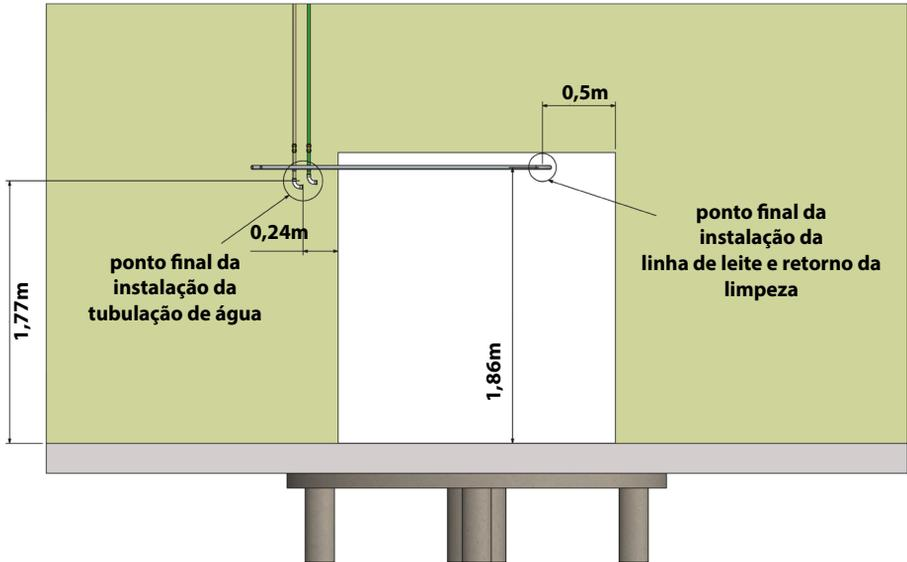
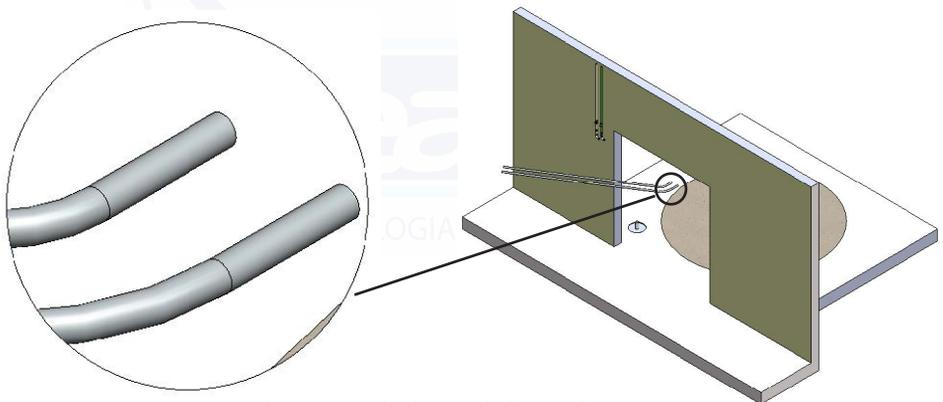
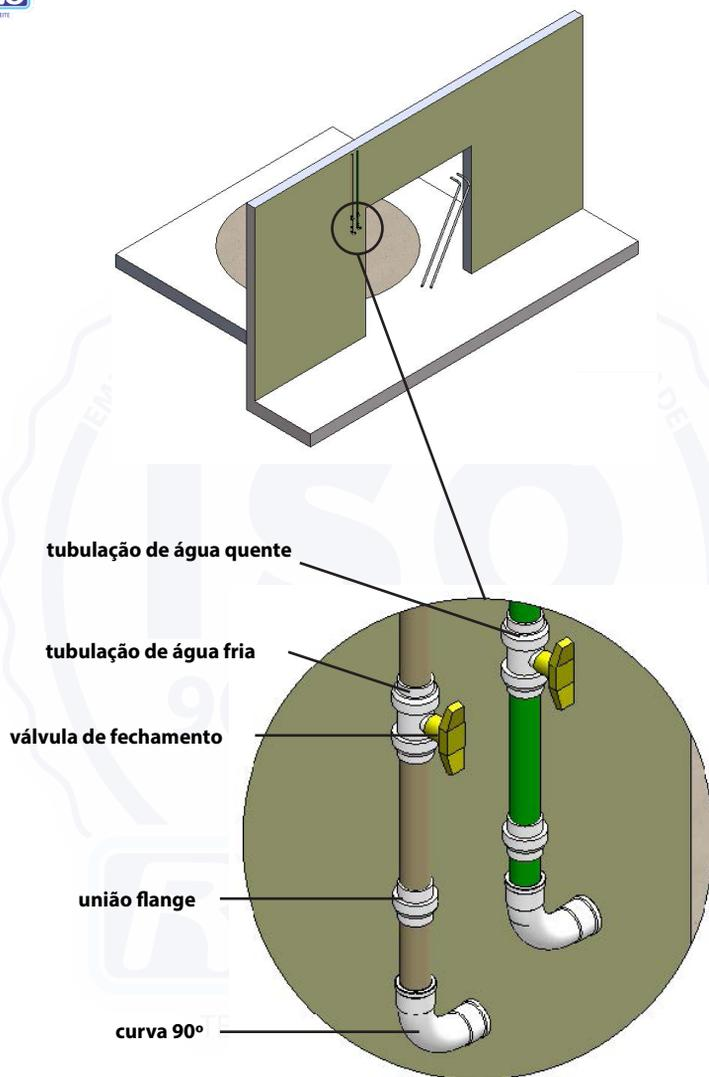

Fig. 2 - detalhe da tubulação de água e linha do leite
Fig. 2.1 - tubulação de leite e limpeza
Fig. 2.2 - tubulação de água
- O cliente é responsável por instalar a tubulação de água quente e fria próximo do abrigo, ilustrado na **Fig. 2** e detalhado na **Fig. 2.2**
- Cada linha de água deve conter os seguinte elementos: tubulação de 20 milímetros, válvula abre/fecha, união flange e curva de 90°, conforme a **Fig. 2.2**
- A posição correta da tubulação de água está detalhada na **Fig. 2.**
- A tubulação da linha de leite e retorno para limpeza da ordenhadeira deve ser instalada próximo ao abrigo, ilustrada na **Fig. 2** e mais detalhes na **Fig. 2.1**